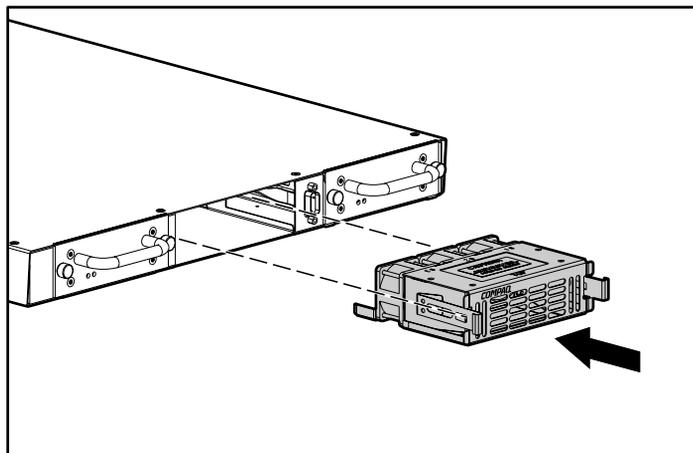

Figura 125: installazione di un modulo delle ventole
3. Inserire il nuovo modulo delle ventole nell'alloggiamento appropriato, secondo l'orientamento mostrato nella Figura 125, Installazione di un modulo delle ventole. Spingere in posizione il modulo facendo scattare in posizione le levette delle ventole.